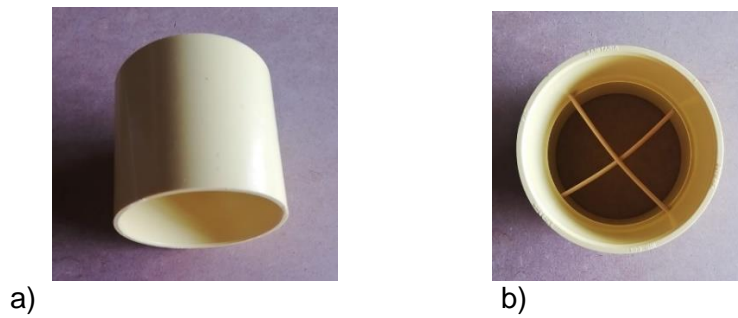

Figura 6. a) Cilindro hueco. b) Cilindro con palillos diametrales.
1. Tome ahora un cilindro hueco como el que se ilustra en la figura 6.a. Puede ser una unión o empate de tubería de desagüe. Ponga los palillos en su interior en forma de diámetro, tal como se ilustra en la figura 6.b.
5. Repita el procedimiento anterior (pasos 2 a 4 de la actividad 2), pero esta vez para el caso en que la masa está agregada al centro del cilindro como una masa puntual (note que debe usar los palillos mostrados en la figura 6), tal como se ilustra en la figura 8. Recuerde que se espera que la masa m de la plastilina se comporte como puntual, por lo cual se debe pegar o adherir en todo el centro.